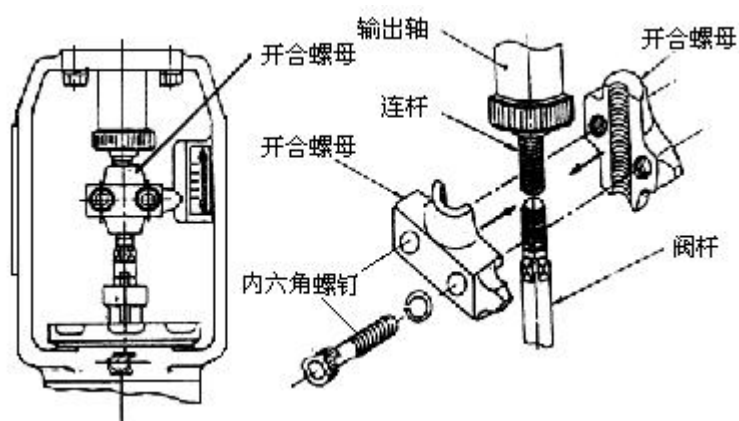
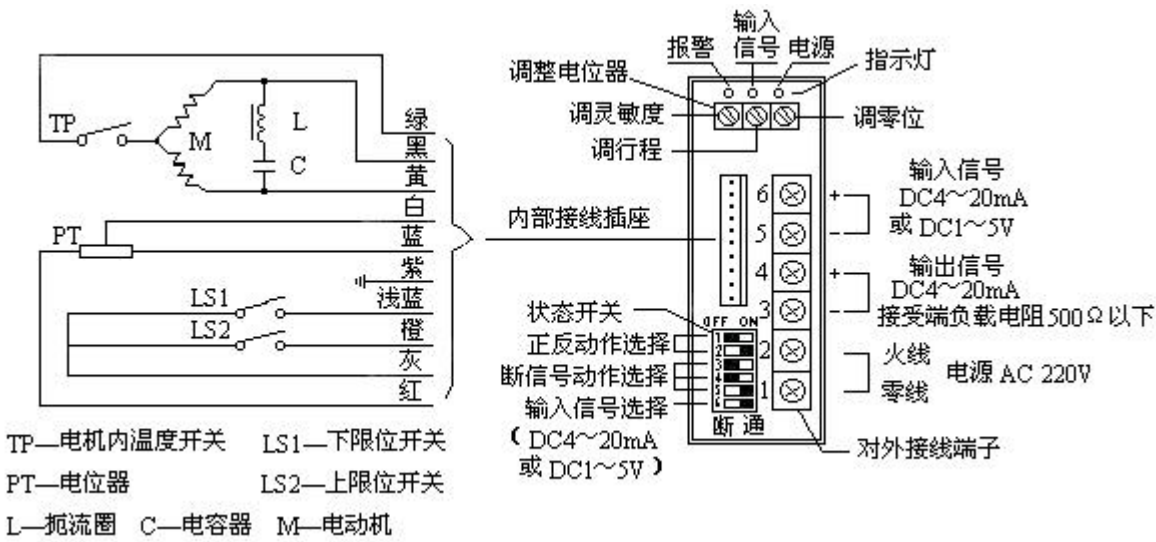

图5 执行器输出轴和阀杆连接
图 7
- 4.4 **联结机构：**通过支架将执行器和被控阀门联结，并由开合螺母将执行器输出轴和阀杆连接，开合螺母上带有指针，支架上有标尺，可指示输出轴（或阀杆）的位移（见图 5）。
执行器无论是单机出厂，还是组装在调节阀上出厂，出厂前均已调整，但是考虑到运输及安装过程中可能会发生激烈的振动、撞击等现象，因此在运行之前，应先确认其动作是否准确，如有偏差或不符合现在的要求，则应按以下方法步骤重新调整（见图 7）
- 当输入信号为 4~20mA DC 时，将开关⑥向右拨 ON（通）。
- 当输入信号为 1~5V DC 时，将开关⑥向左拨 OFF（断）。
- * 图 7 中开关⑥向右拨 ON（通），输入信号为 4~20mA DC。
- * 图 7 中开关③、④、⑤的设定是“保持”状态。
- * 图 7 中的开关①、②设定为：“反动作”状态。
见图 7 和图 5，调整时应先进行零位调整，即输出轴位于下端（阀芯关闭）时的位置调整，然后进行行程调整，即输出轴位于上端（阀芯开启）时的位置调整，因为零位调整时将会同时改变输出轴的上端位置，而行程调整时，不会改变已调整好的“零位”，所以应先进行零位调整然后进行行程调整，顺时针旋转“零位”调整电位器，输出轴上升；逆时针旋转，则输出轴下降。顺时针旋转“行程”调整电位器，行程扩大；逆时针旋转，则行程缩小。
虽然出厂时按规定进行调整，但到现场整体调整中产生扰动或开始运转之后，回路本身产生振荡时，应重新调整灵敏度。见图 7，调整“灵敏度”电位器。顺时针旋转，灵敏度增高；逆时针旋转，灵敏度降低。